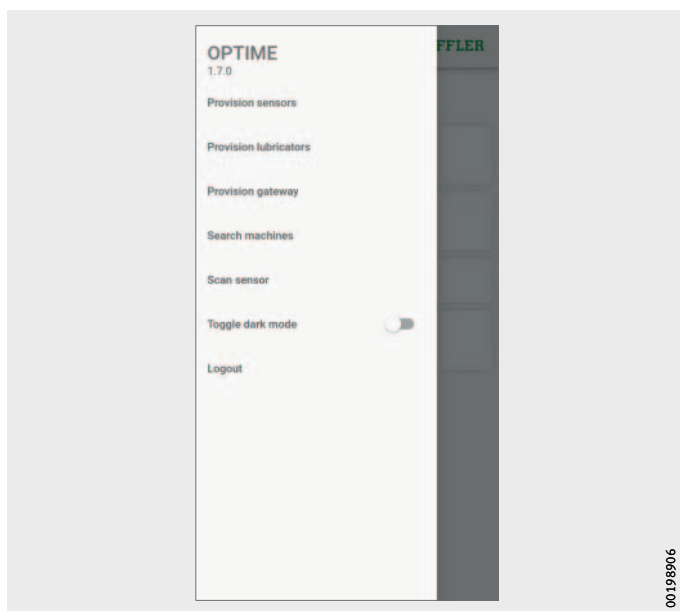

Figura 30
- ▶ Vá até o símbolo **[Menu]** e toque no botão **[Logout]**, *figura 30*, página 37.